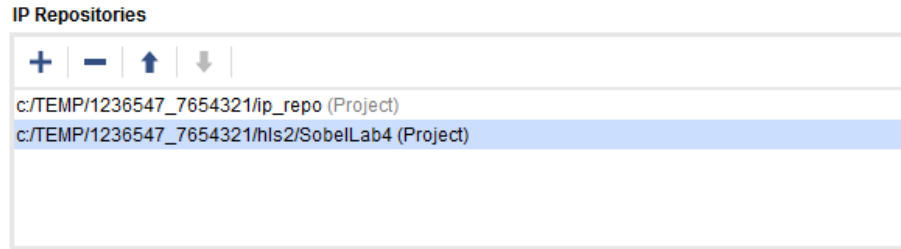

FIGURE 17 – IP Repository avec Sobel
1. Ajoutez un *IP Repository* (Tools/Settings/IP) pointant vers votre projet HLS (ex. *C :/TEMP/3610_4/matricule1_matricule2/HLS/SobelLab4*, figure 17)